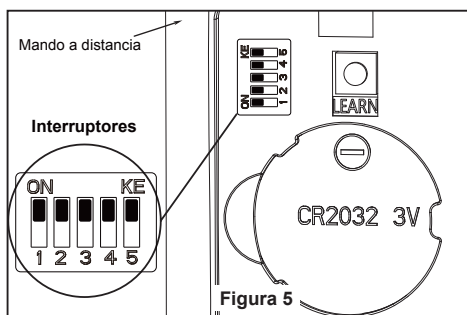

Figura 5
4. Una vez realizadas las conexiones, los cables deben ser colocados de forma extendida poniendo el conductor de la toma de tierra y el conductor de toma de tierra del equipo a un lado de la caja, colocando el conductor sin toma de tierra en el otro lado de la caja. gire los conductores hacia arriba y, con cuidado, colóquelos dentro de la caja de salida; con los conductores blancos y verdes hacia un lado y los conductores negros hacia el otro. (Figura 5)
5. Asegure el vidrio en la ensamble de kit de luz girándolo en el sentido de las agujas del reloj. Gire el vidrio gradualmente **hasta que encaje en la ensamble de kit de luz.** Sin apretar demasiado. (Figura 5)
5. Para configurar el código del mando a distancia a las mismas posiciones que en el receptor. Mueva los interruptores de código hasta colocar el código de selección en la posición arriba o abajo. Con un destornillador pequeño o con una lapicera (no se incluye) deslice firmemente hacia arriba o hacia abajo. (Figura 5)